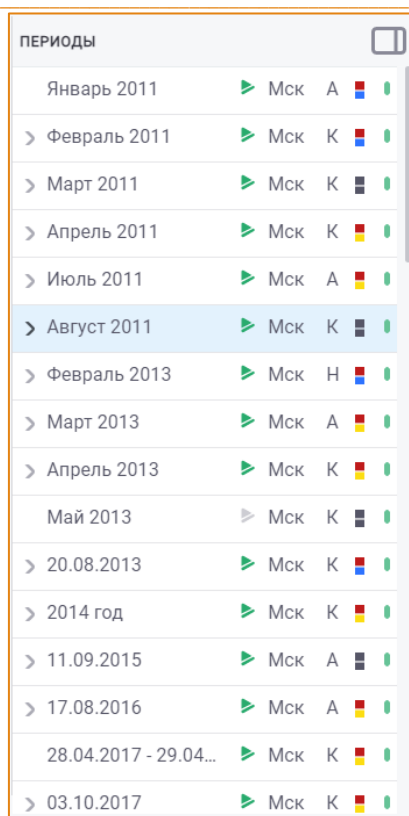

Рис. 138 – Дерево периодов в Журнале ручного ввода
- **Периоды** – содержит дерево периодов Рабочей области, в которой находится пользователь (Рис. 138).